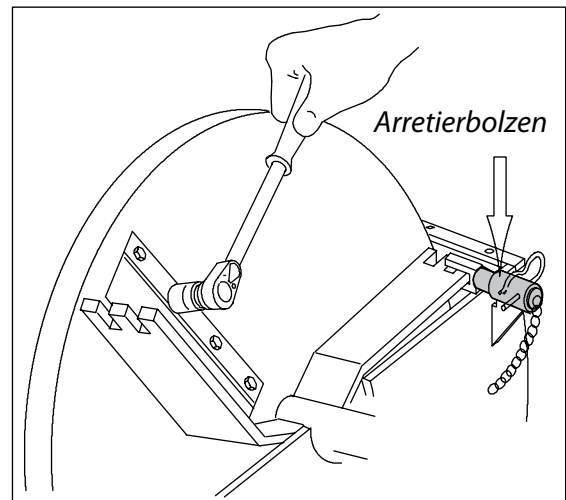

Bild 11. Sichern der Scheibe und Entfernen der Sicherungsmuttern
- Sicherungsschrauben M6 (B) der oberen Kammer (A) und Befestigungsschrauben M12 (C) entfernen. Obere Kammer zur Seite drehen.
- Zum Entfernen der oberen Kammer Sicherungsschraube M6 (D) und Gelenkbolzen M12 (E) entfernen.
- Scheibe mit Arretierbolzen (Bild. 11.) sichern.
1. Sicherungsmuttern M10 der Messer entfernen, siehe Bild. 11.